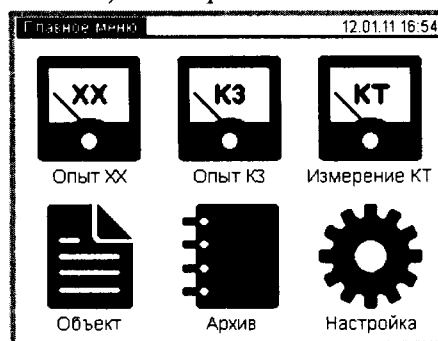

Рисунок 8.2
8.4.3 Отобразить главное меню на блоке управления, для чего нажать1 в любом месте экрана Блока управления (далее – БУ). На экране появится главное меню БУ (рисунок 8.2).